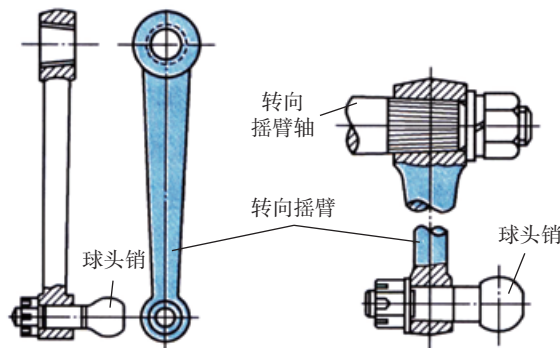

图 2
(1) 转向摇臂。如图 2 所示为常见转向摇臂的结构形式。其大端具有三角细花键锥形孔，用以与转向摇臂轴外端相连接，并用螺母固定；其小端带有球头销，以便与转向直拉杆作空间铰链连接。转向摇臂安装后从中间位置向两边摆动的角度应大致相等，故在把转向摇臂安装到摇臂轴上时，二者相应的角位置应正确。为此，常在摇臂大孔外端面上和摇臂轴的外端面上各刻有短线，或是在二者的花键部分上都少铣一个齿，作为装配标记。装配时应将标记对齐。